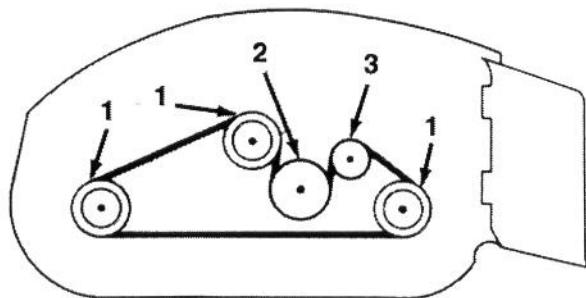

Bild 12—Riemenlauf
2. Die Mutter entfernen, die den Federanker mit der Sechskantschraube im Gehäuse absichert (Bild 12). Den Anker von der Sechskantschraube abziehen und den Riemen entspannen lassen.
4. Den neuen Treibriemen um die Spindel-, Getriebe- und Mitläuferscheiben legen (Bild 12).